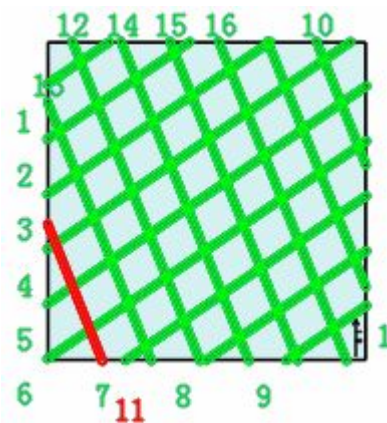
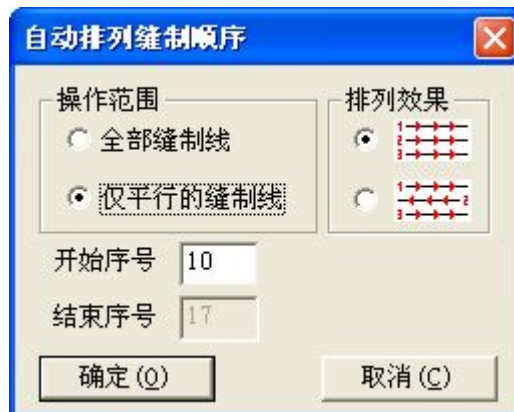

图 3
图 4
3. 如下图 3，用同样的方法，框选要排列的缝制线，并指定另一组平行线中的一条，在弹出的【自动排列缝顺序】对话框，选择合适的选项，输入相应的序号，确定后下图 4 所示。；